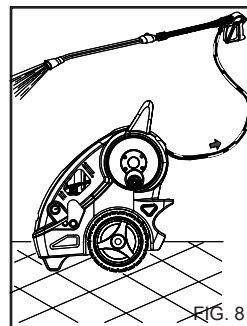

FIG. 8
После использования мощного средства система всасывания химиката должна быть промыта чистой водой, (fig. 8).
- 1) После использования моющего средства сполосните под давлением контур подачи воды: включите насос на 1 минуту с полностью закрытым дозирующим краном. (fig. 8)
4) После использования моющего средства сполосните под давлением контур подачи воды: включите насос на 1 минуту с полностью закрытым дозировочным краном. (fig. 8).